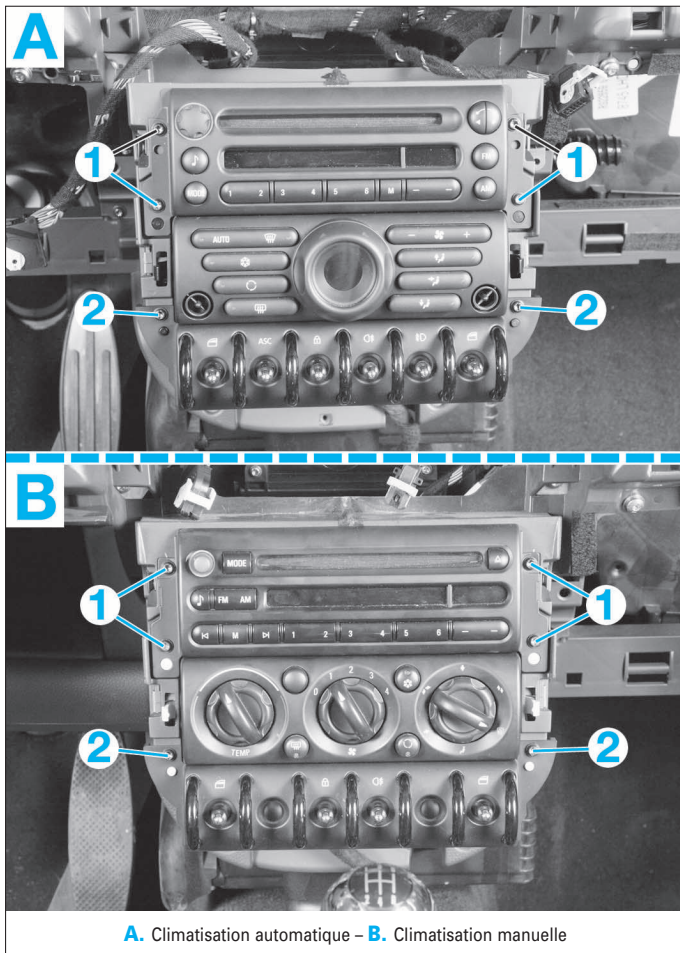

FIG. 6
- Dévisser les vis de fixation (1) et (2) puis débrancher les connecteurs de l'autoradio et du bloc d'interrupteurs pour les déposer (Fig.6)